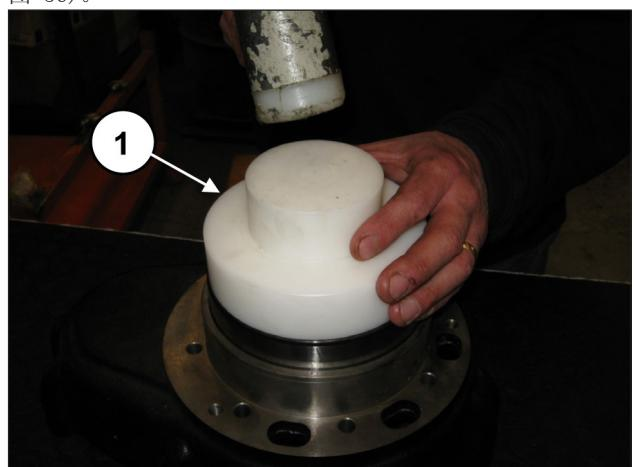
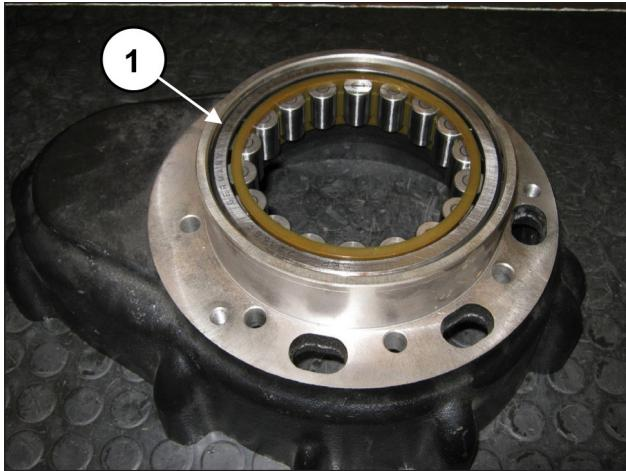

图 55
图 56
在变速箱箱体的另一侧, 用代码27605000的工具 (位置①, 图 55) 预装曲轴轴承的外圈, 直到它完全啮合 (位置①, 图 56)。